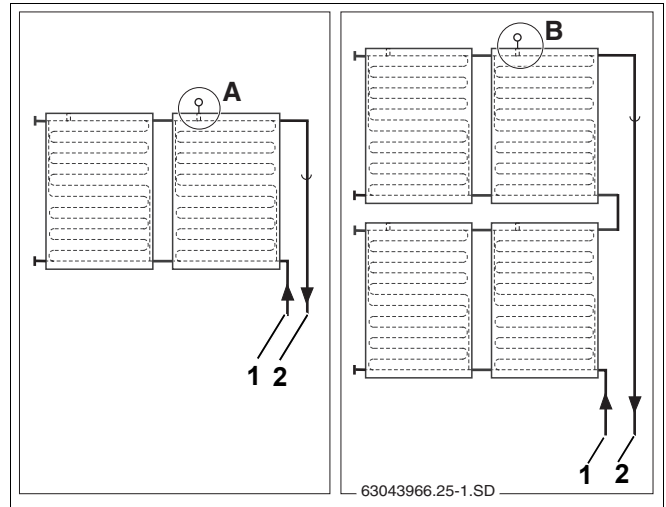

Рис. 53 Место установки датчика коллектора (схематическое изображение)
Обратите внимание на разные места установки при одно- и двухрядной коллекторной системе (рис. 53).
Датчик должен устанавливаться в коллектор, к которому подключена подающая линия (рис. 53, [2]).
- Место установки (рис. 53, [A]) в однорядной системе коллекторов.
- Место установки (рис. 53, [B]) в двухрядной системе коллекторов.